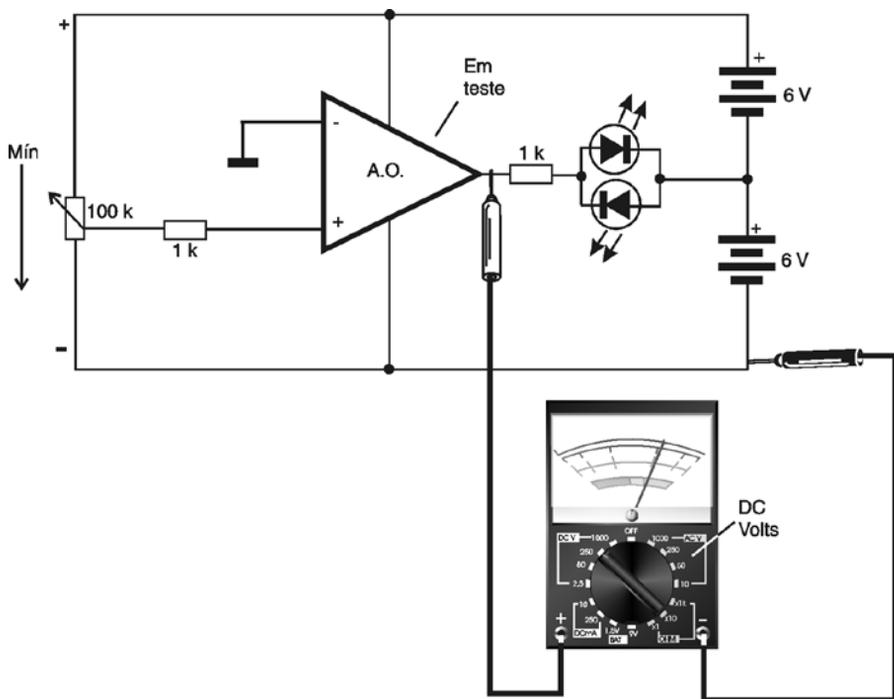

Figura 53
a) Monte o circuito de prova mostrado na figura 53, alimentando-o com pilhas, bateria ou fonte, respeitando as tensões que o componente exige para um funcionamento normal.
A figura 53 mostra como fazer essa prova.